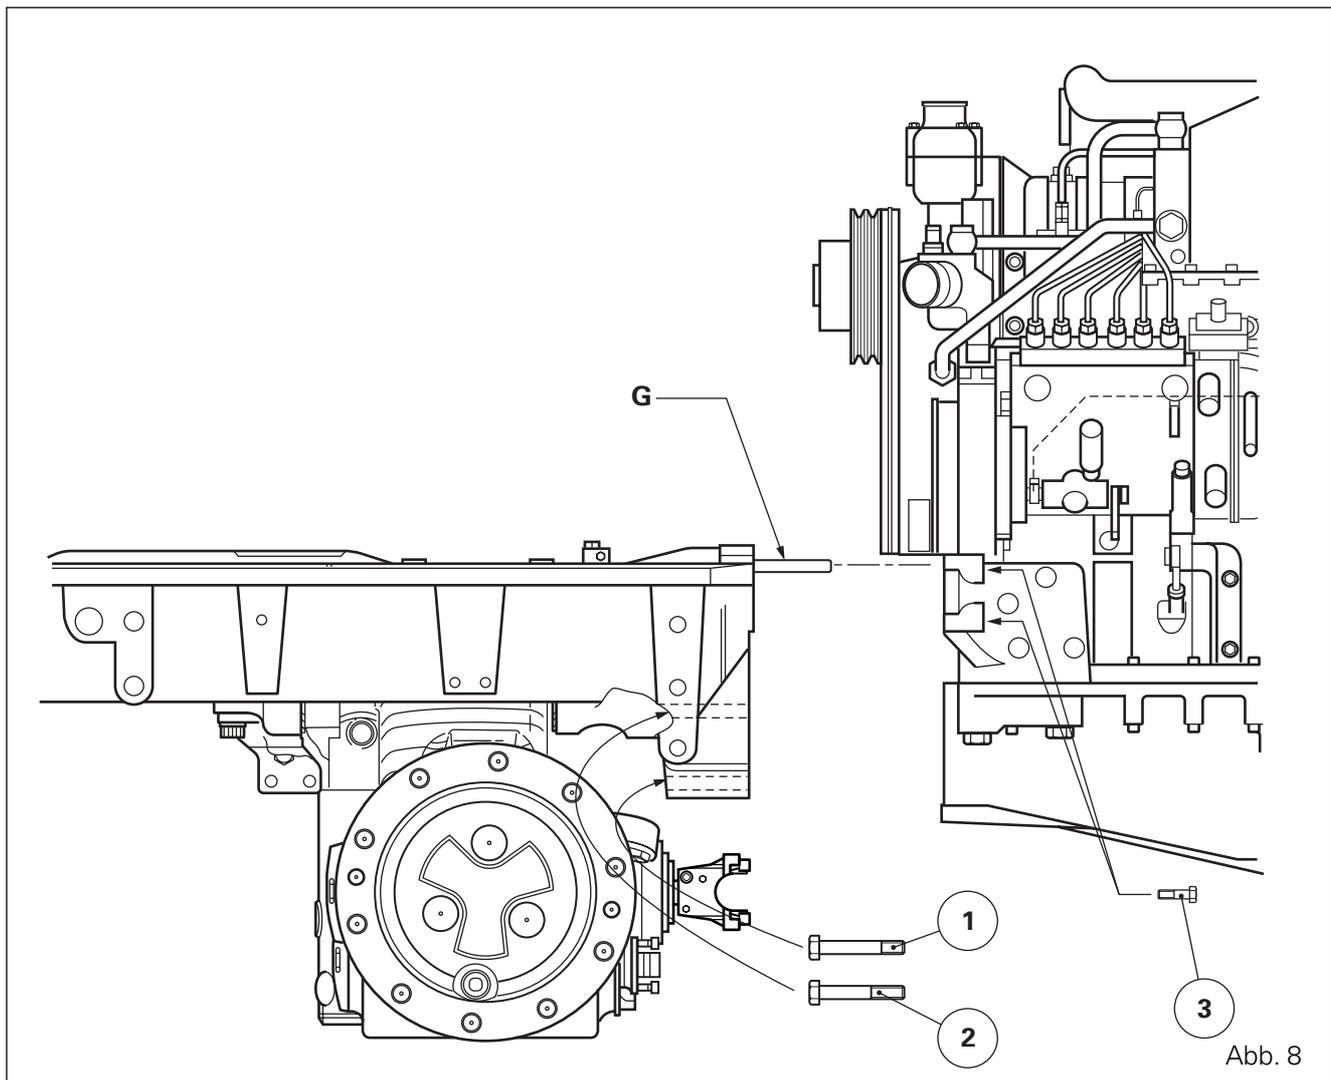

Abb. 8
59. Die Führungsstifte entfernen. Die Schrauben (Abb. 8) mit folgendem Drehmoment anziehen: